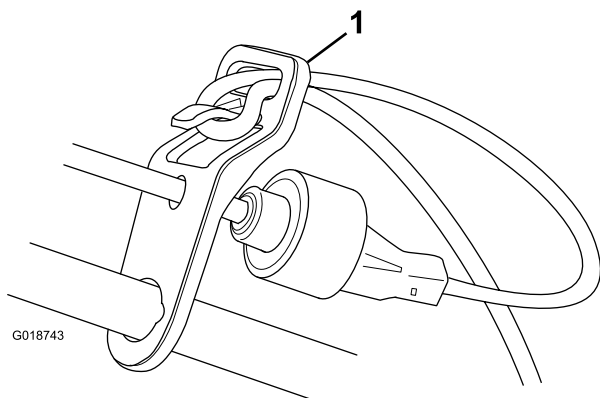

Figure 4
**Remarque:** Pour éviter que la rallonge ne se débranche du cordon d'alimentation pendant l'utilisation, insérez la rallonge dans le dispositif de blocage (sur le cordon d'alimentation) avant de la brancher au cordon (Figure 4).